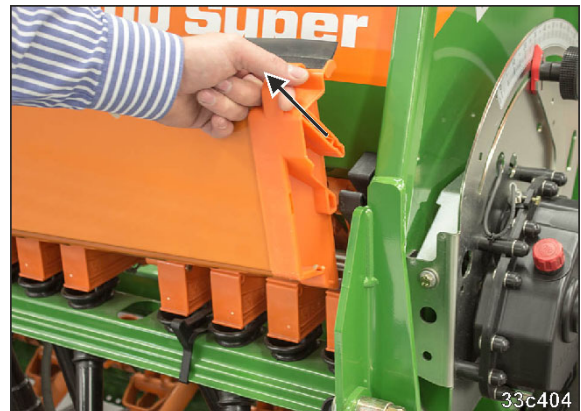

Bild 135
1. Dra kalibreringstrågen (Bild 135) ut ur hållarna.